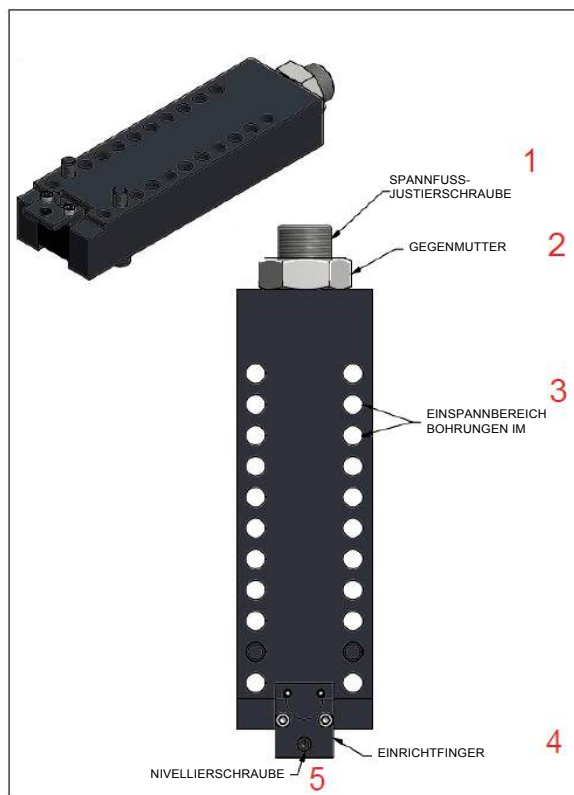

ABBILDUNG 3-6. FF3600 SPANNFUSS-KOMPONENTEN
2. Wenn der Werkstückdurchmesser kleiner als 36,5" (927 mm) ist, befestigen Sie die Spannfüße an den Spannfüßen, wie in Abbildung 3-6 dargestellt.